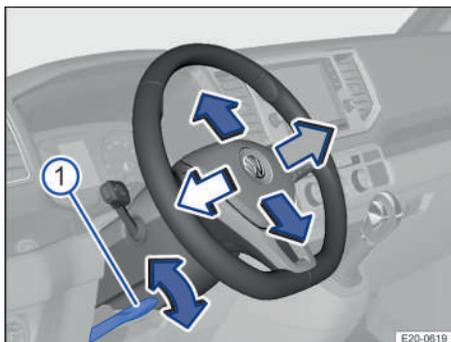

Fig. 54 Debajo del volante, en el guarnecido de la columna de dirección: palanca para el ajuste manual de la posición del volante.
1. Presione la palanca hacia abajo → fig. 54 ①.
3. Presione la palanca → fig. 54 ① con fuerza hacia arriba hasta que quede a ras del guarnecido de la columna de dirección → ⚠.